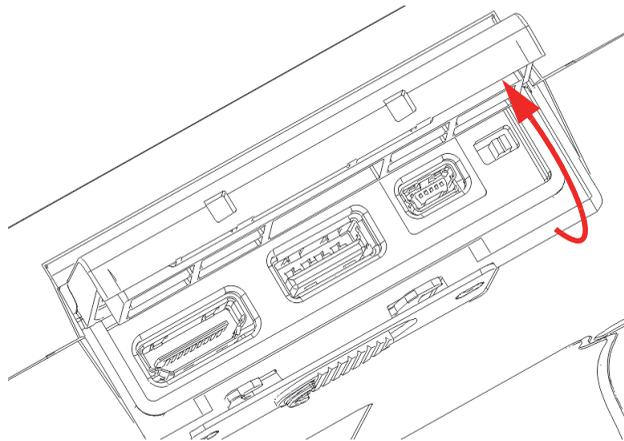

Figura 3-4 Puerto de datos: apertura de cubierta
2. Bascule la cubierta hasta su posición de apertura completa (vea la Figura 3-4 en la página 44).